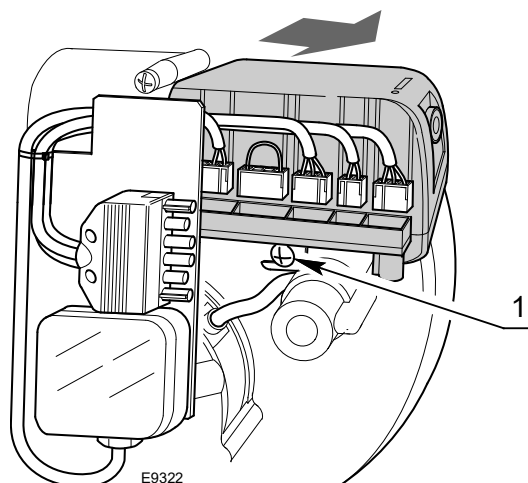

Fig. 14
- desconectar todos los conectores conectados a ella, el conector macho de 6 contactos, los cables de alta tensión y el cable de tierra (TB);
- desenroscar el tornillo 1)(Fig. 14) y tirar de la caja de control en el sentido de la flecha.
- enroscar el tornillo 1)(Fig. 14) con una par de torsión de 1 ÷ 1,2 Nm;